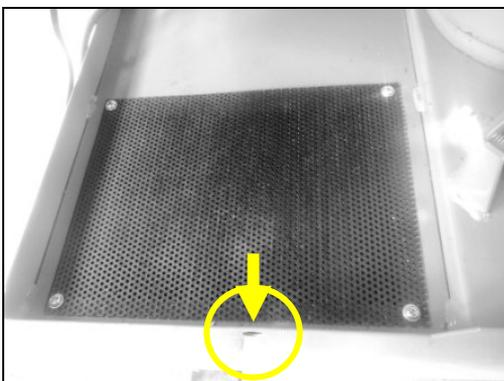
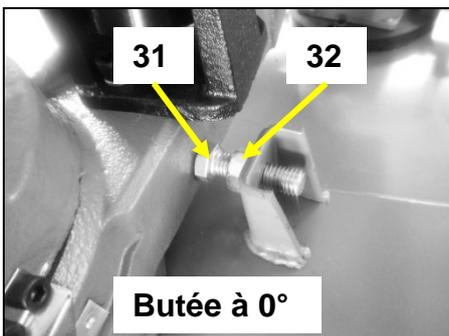
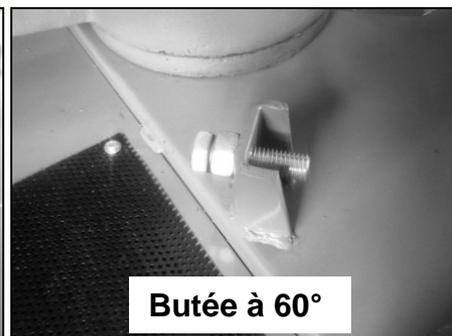

Fig 25
Fig 37
Fig 38
- La base est munie de 2 butées à 0° (Fig 37) et 60° (Fig 38). Si un réglage est nécessaire, desserrez les contre-écrous M12 (**32**), ajustez les vis hexagonales M12x40 (**31**), puis resserrez les contre-écrous (**32**) (Fig 25).